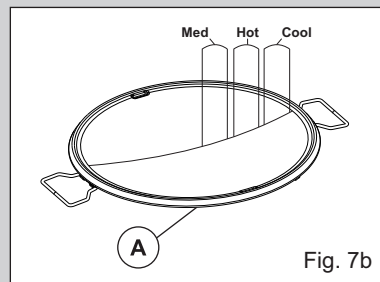

Fig. 7b
- Kook temperaturen worden naar eigen behoefte eenvoudig ingesteld door het draaien aan de regelknop (K) om de warmte te regelen. Een kenmerk van de Skottel barbecue is dat het verschillende warmtezones heeft (Zie fig.7b). Dit is erg handig omdat sommige gerechten sneller bereid zijn dan anderen en het gerecht wat als eerste klaar is, verplaatst kan worden naar minder warme plekken van de schaal om deze warm te houden terwijl de rest van het eten nog wordt bereid.